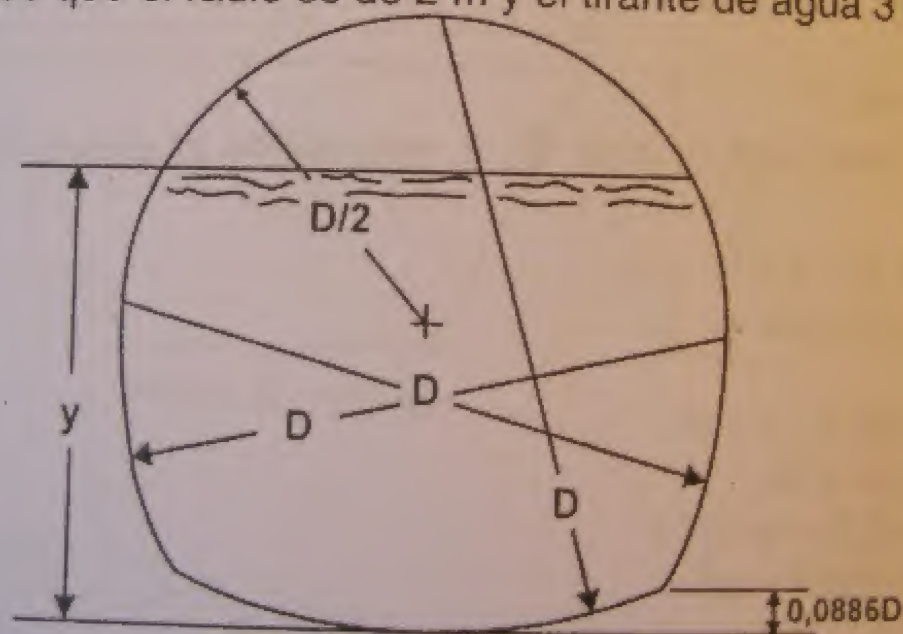

Figura 3. Sección transversal de un túnel
3. Calcular (por suma de áreas y perímetros parciales) A , p , T , R , \bar{y} , de un túnel cuya sección transversal es de herradura, como se muestra en figura 3.